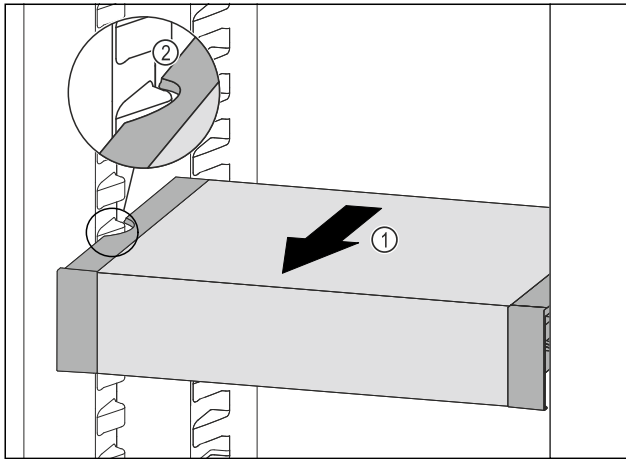

Fig. 65
- ▶ Trekk VarioSafe forover Fig. 65 (1), til utsparingene på sidene av VarioSafe er på nivå med rillene i kjøleskapet. Fig. 65 (2)